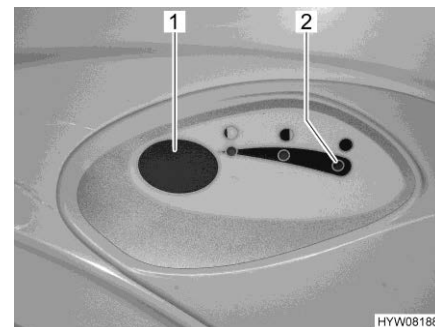

Fig. 200 Pulsante dello sciacquone/spia di controllo (toilette Thetford)
- Per sciacquare premere il pulsante blu (Fig. 200,1).
La spia di controllo (Fig. 200,2) si accende quando il serbatoio fecale deve essere svuotato.